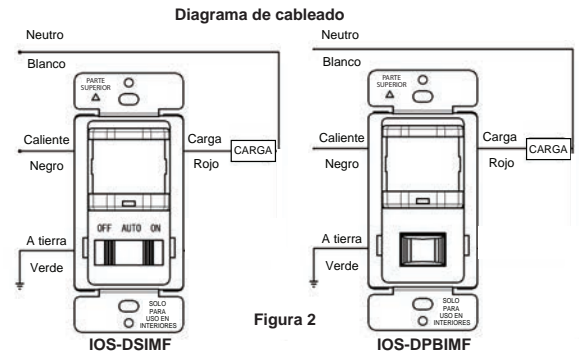

Figura 2
1. Conecte los cables conductores como se muestra en el DIAGRAMA DE CABLEADO (consultar Figura 2): Conductor Negro a la Línea (Caliente), conductor Rojo al cable de Carga, conductor Verde a Conexión a Tierra.